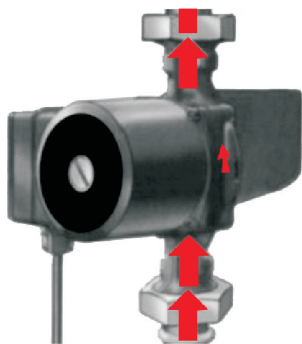

рис. 2
**Внимание!** При подключении насоса к водопроводу проверьте правильность соединения и направления потока, обозначенного стрелкой на корпусе насоса (рис.2).